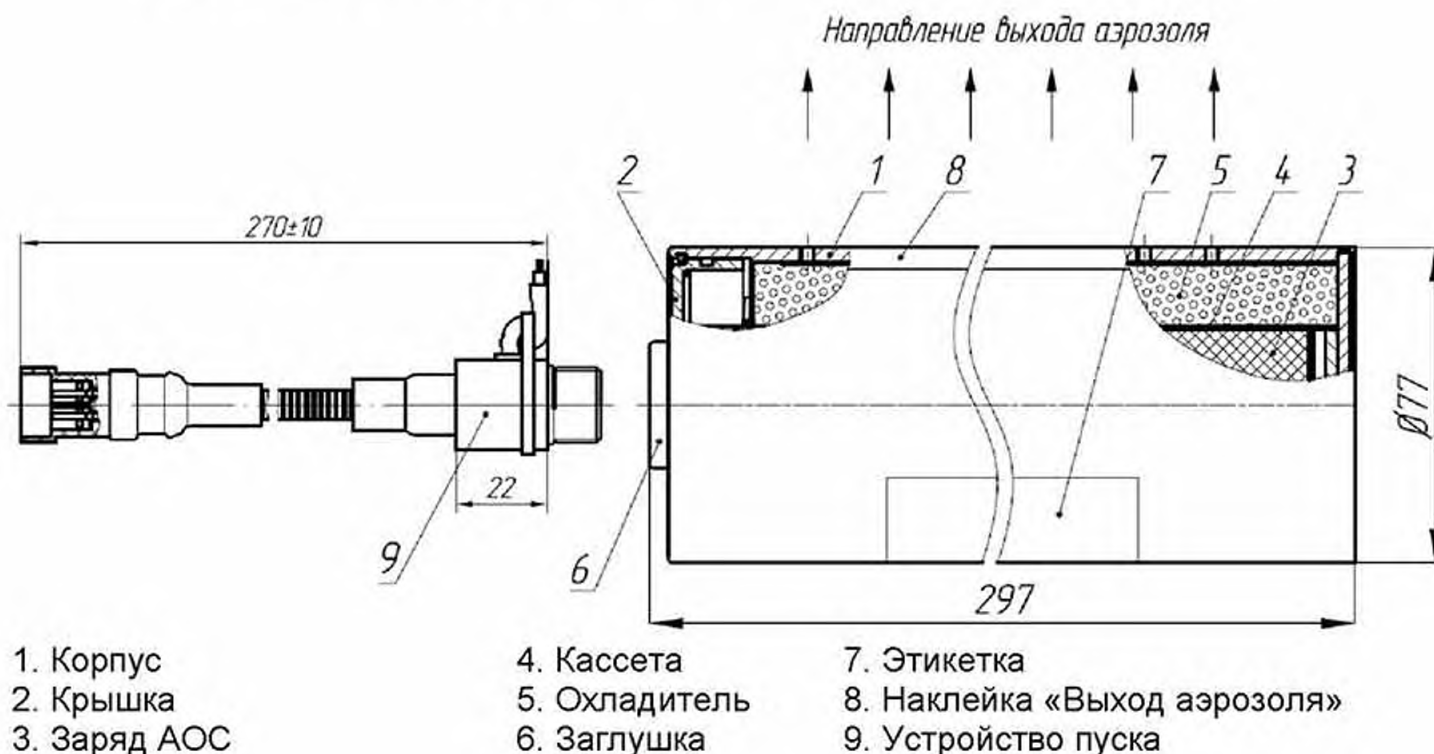

Рис.1. Генератор огнетушащего аэрозоля.
3.1. В комплект поставки ГОА (рис.1) входит:
### 5.1. Устройство генератора (рис.1).